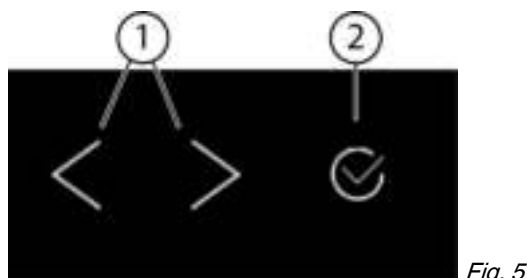
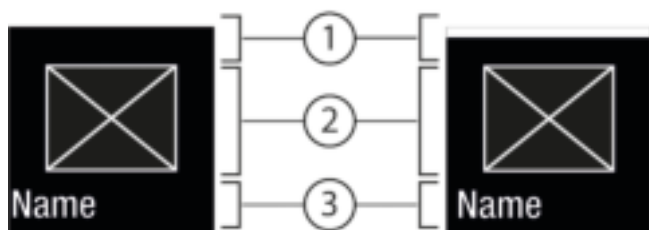
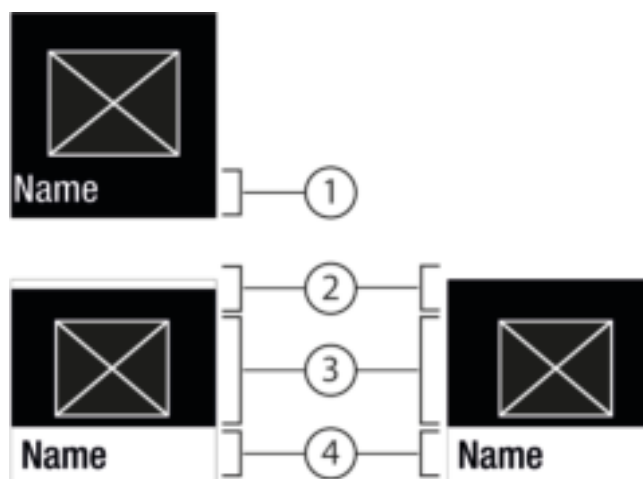

Fig. 5
Fig. 6
Fig. 7
Navigatiepijl links / rechts Fig. 5 (1):
Bevestigen Fig. 5 (2):
- Met de navigatiepijl links / rechts Fig. 5 (1) navigeren.
- Met bevestigen Fig. 5 (2) de functie / instelling activeren Fig. 6 (1) / deactiveren Fig. 6 (1).
- Met bevestigen Fig. 5 (2) het submenu Fig. 7 (4) oproepen.
- Nieuwe waarde instellen: Met bevestigen Fig. 5 (2) een gedeactiveerde waarde Fig. 6 (1) selecteren.
- Terug naar het menu: Met bevestigen Fig. 5 (2) de al geactiveerde waarde Fig. 6 (2) selecteren.
- ▶ Druk zo vaak op de navigatiepijlen *Fig. 5 (1)* tot de wordt weergegeven.
- ▶ Bevestigen *Fig. 5 (2)* indrukken.
- ▶ Druk zo vaak op de navigatiepijlen *Fig. 5 (1)* tot de reinigingspositie wordt weergegeven.
- ▶ Met de navigatiepijlen *Fig. 5 (1)* de instelwaarde kiezen.
- ▷ Status: geactiveerd *Fig. 6 (1)* wordt kort op het submenu *Fig. 7 (4)* weergegeven.
- ▶ Navigatiepijlen *Fig. 5 (1)* zo vaak indrukken totdat instellingen  wordt weergegeven.
- ▶ Druk zo vaak op de navigatiepijlen *Fig. 5 (1)* tot de gewenste instelling wordt weergegeven.
- ▶ Bevestigen *Fig. 5 (2)* 3 seconden lang indrukken.